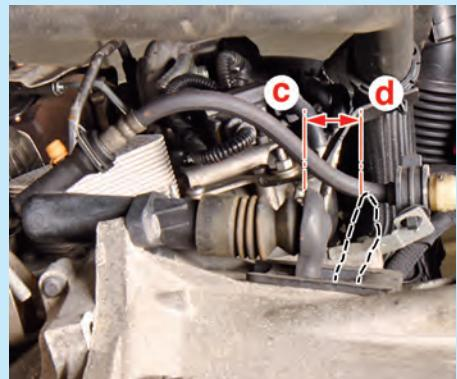

Fig.3
- Boîte de vitesses BE4 (Fig.3) :